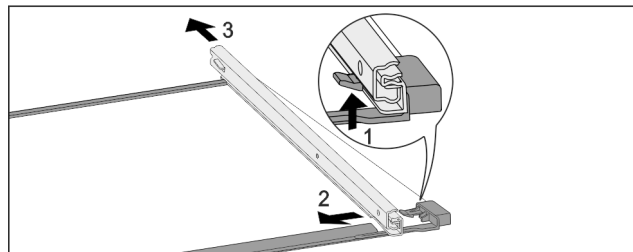

Fig. 205 Staklena ploča s vodilicama
- ▶ Prednji uskočnik pritisnite prema gore. Fig. 205 (1)
- ▶ Izvlačnu vodilicu povucite u stranu Fig. 205 (2) i prema natrag Fig. 205 (3).